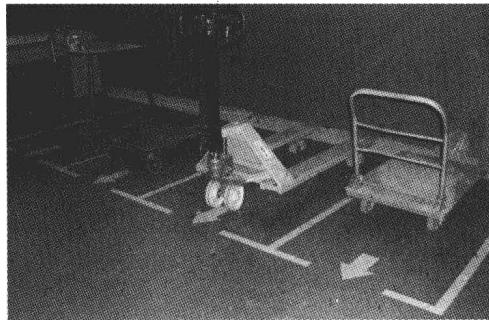

图 1-3 工作区域画线图例
- (1) 作业区线。通常在地面上划分的区分作业区的区域线。
- (2) 定置线。作业现场内画出的、防止定置物移动的框格线，如图 1-3 所示。